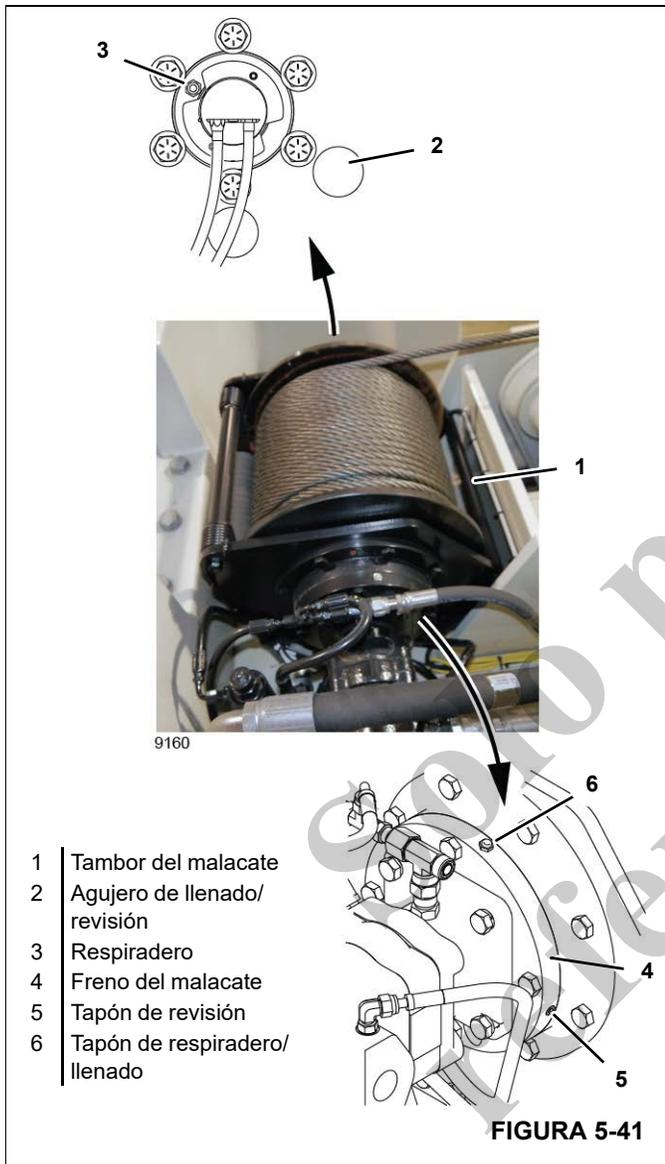

FIGURA 5-41
2. Realice el mantenimiento del mecanismo del malacate de la siguiente manera (vea Figura 5-41):
- a. Gire el tambor (1) del malacate hasta que el tapón esté en el agujero de llenado/revisión en el bastidor del malacate.